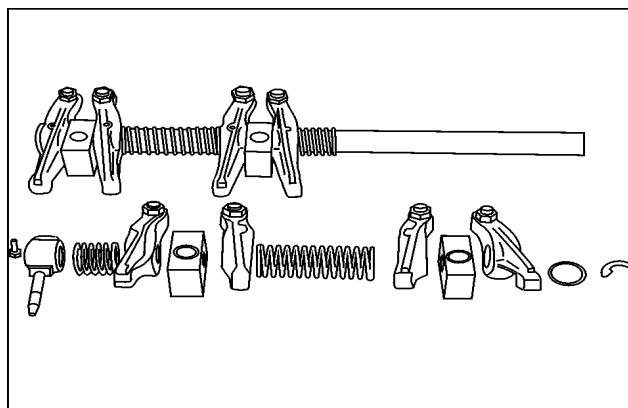

FIG 6
4. Monte as molas, os suportes e os balancins na ordem correta. Veja **Fig. 6**.